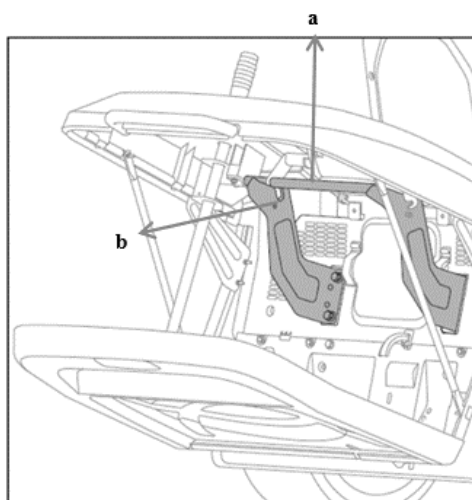

Fig.7P
2. A lo largo del borde de la parte trasera del cortacésped, coloque el tubo circular (a) en la ranura de soporte en forma de U (b) de arriba a abajo (Fig.7P).